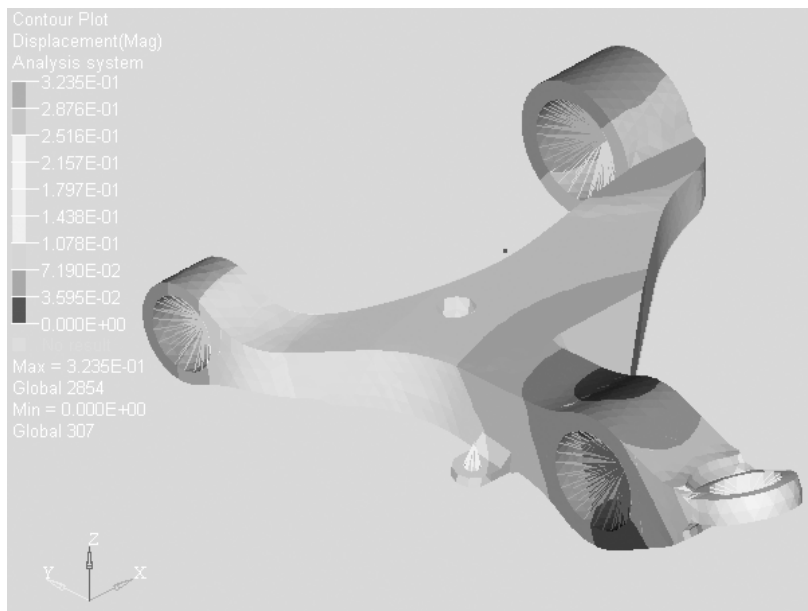

图 8-36 工况一单元位移云图
(6) 单击🔍查看下一迭代结果, 图形区将显示模型各个迭代步单元位移云图, 如图 8-36 所示, 也可显示模型的应力云图。